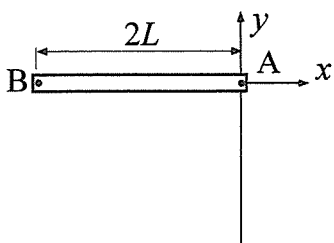
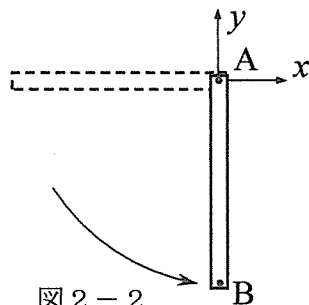

図 2-1
図 2-2
II 太さの無視できる長さ $2L$ 、質量 $2m$ の一樣な剛体棒が点Aでピン支持され、図2-1のように、水平位置ABで静止している状態から重力（重力加速度 g ）により回転する。図2-2のように、BがAの真下にきたとき、
- (a) 剛体棒が静止した図2-1の状態から図2-2の状態へのポテンシャルエネルギーの変化量を示せ。
- (b) 図2-2のときの、剛体棒の角速度を示せ。ここで、剛体棒の点Aを通る軸に関する慣性モーメントを I_A とする。